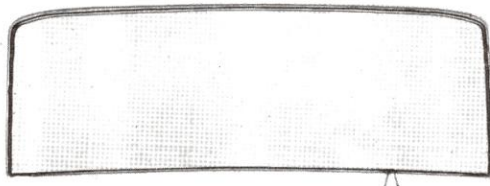

Abb. 120. - Auflegen der «Solbit»-Dichtung auf den Scheibenrand.
- Das durch die Erwärmung geschmeidig gestaltete «Solbit» von der Platte abnehmen und **auf dem inneren Rand der Scheibe anbringen, wobei man es etwas über die Scheibenkante hervorragen lässt** (Abb. 120).